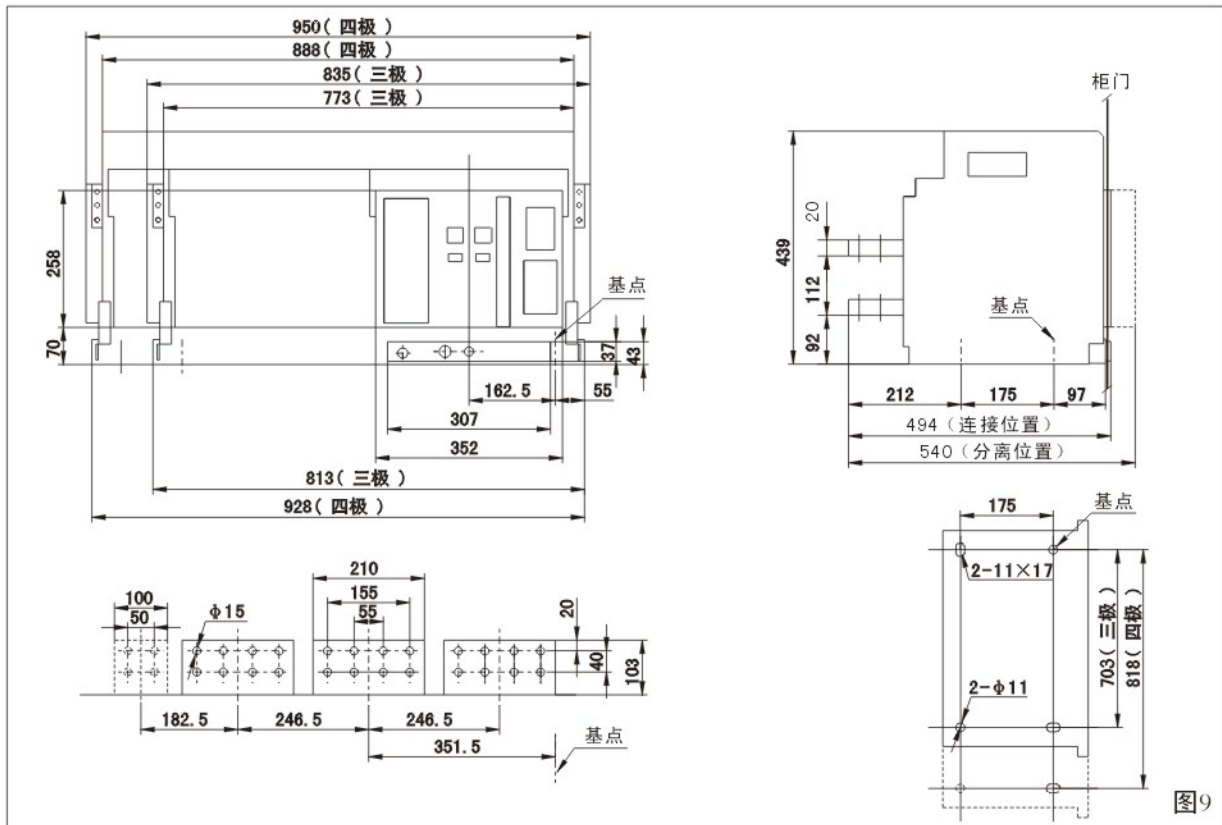

图9
6.3 BYEW1-6300 (4000A) 抽屉式 (三极、四极) 外形及安装尺寸见图9